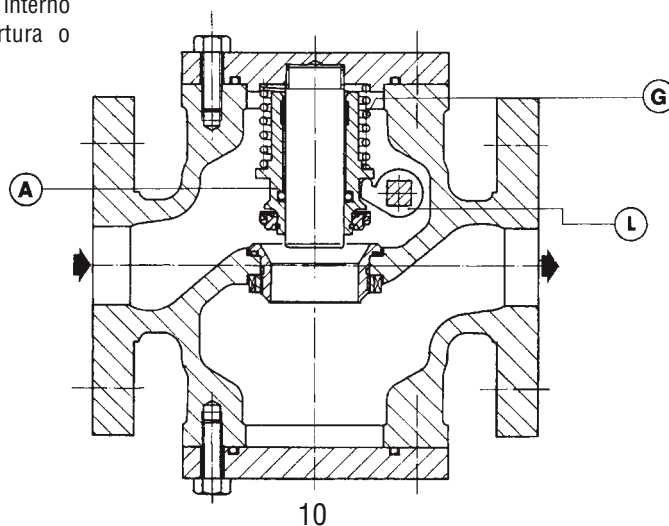

Fig. 1
1.2 FUNZIONAMENTO (FIG. 1)
Il meccanismo di blocco (Fig. 1) comprende:
1.2 OPERATION (FIG. 1)
The slam-shut mechanism (Fig. 1) consists of:
Das Sicherheitsabsperrentil SAV (Fig. 1) dient zur sofortigen Unterbrechung des Gasdurchflusses, falls der Regeldruck aufgrund einer Störung den voreingestellten Auslösedruck über- und/oder unterschreiten sollte oder falls das SAV von Hand ausgelöst wird.
Der Mechanismus des Sicherheitsabsperrentils (Fig. 1) umfaßt:
La vanne de sécurité est un dispositif (fig. 1) qui bloque immédiatement l'écoulement du gaz si la pression en aval augmente jusqu'à la valeur préfixée pour son intervention à cause d'une panne quelconque, ou encore si cette vanne de sécurité est actionnée manuellement.
Le mécanisme de sécurité (Fig. 1) comprend:
El mecanismo de bloqueo (Fig. 1) comprende:
O mecanismo de bloqueio (Fig. 1) compreende: